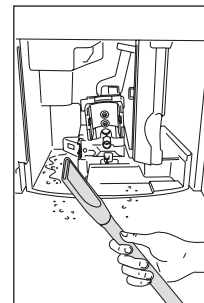

Fig. 38
- ▶ Remova os resíduos com um aspirador (Fig. 38).